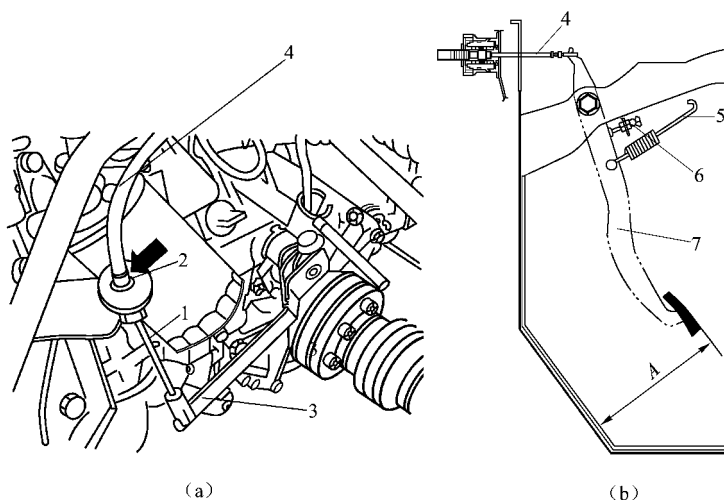

图 2 - 20 离合器外操纵机构的安装与调整
② 离合器外操纵机构的安装与调整。如图 2 - 20 所示,在离合器踏板 7 上压入新衬套。将离合器踏板 7 装至其销轴上,用卡夹固定。再在离合器踏板 7 和分离杠杆 3 上装上离合器钢索 1。